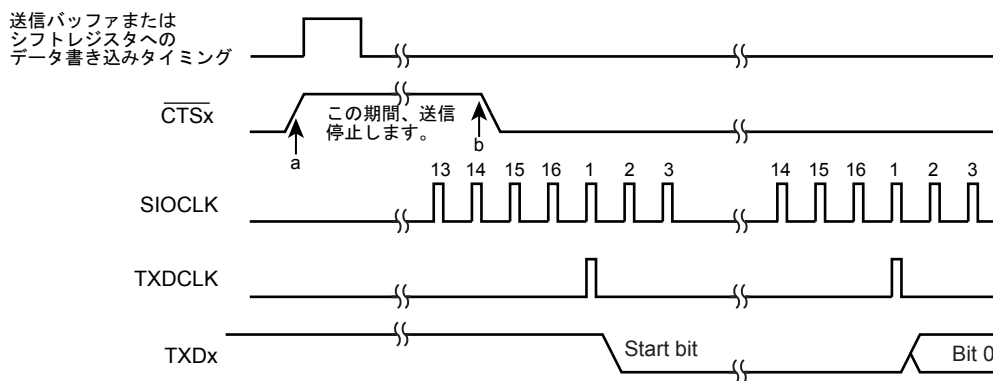

図 11-9 $\overline{\text{CTSx}}$ 信号のタイミング
- 注 1) 送信中に $\overline{\text{CTSx}}$ 信号を立ち上げた場合、送信終了後に停止します(図 11-9 "a")。
- 注 2) $\overline{\text{CTSx}}$ 信号立下り後の最初の TXDCLK クロックから送信を開始します(図 11-9 "b")。